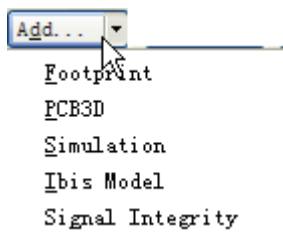

图 12-11 加新的模型对话框
- (2) 在“Models”区域单击 按钮，弹出加新的模型对话框，如图 12-11 所示。